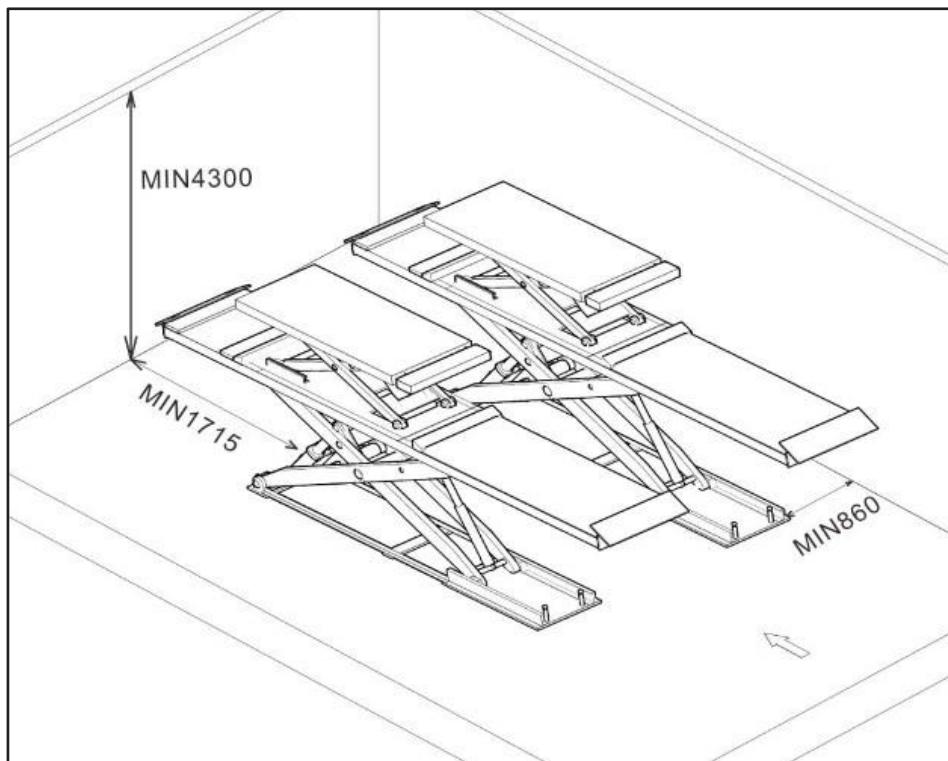

Рис. 8
- Подъемник должен быть установлен на определенном безопасном расстоянии от стены, колонны и другого оборудования (рис. 8), минимальное расстояние от стены составляет 1000 мм, чтобы предотвратить аварийную ситуацию и реализовать удобство работы. Достаточное пространство для безопасного прохода также должны быть рассмотрены. На месте установки источник питания и источник воздуха должны быть заранее подключены к положению консоли. Высота в помещении должна быть не менее 4000 мм. Подъемник рекомендуется устанавливать в котловане. Строительство и установка фундамента соответствуют требованиям, приведенным на рис. 17. Подъемник рекомендуется устанавливать в котловане, но подъемник также можно устанавливать на любом внутреннем полу, если пол соответствует требованиям и имеет достаточную несущую способность (25 МПа).